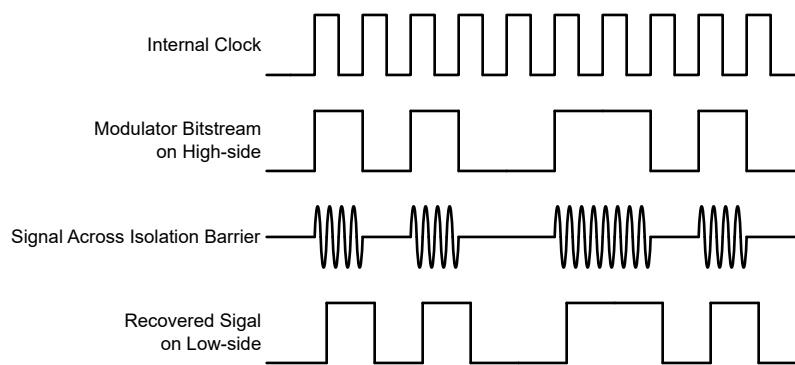

図 7-1. OOK ベースの変調方式
図 7-1 に示されているように、AMC0381D-Q1 は、オン / オフ キーイング (OOK) 変調方式を使用して、変調器の出力ビットストリームを、 SiO_2 ベースの絶縁膜間で伝送します。送信ドライバ (TX) をに 機能ブロック図 示します。TX は、内部で生成された高周波キャリアを絶縁バリア越しに送信し、デジタル 1 を表現します。ただし、TX はデジタル 0 を表す信号を送信しません。AMC0381D-Q1 で使用されるキャリアの公称周波数は 480MHz です。